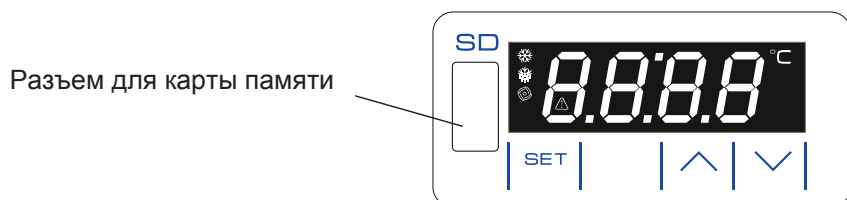

Рис. 2 Блок управления БУ-М01
7.2.1 Блок управления БУ-М01 обеспечивает: поддержание температурного режима в камере, индикацию температуры, включение звуковой сигнализации при выходе температуры в камере за установленные пределы и отключении электропитания, автоматическое отключение вентилятора при открытой двери холодильника. Блок управления БУ-М01 комплектуется картой памяти объемом 2Гб (установлена в блок управления) для записи показаний в энергонезависимую память в формате ".txt" каждые 5 минут (данный интервал времени установлен на предприятии - изготовителе и может быть изменен потребителем от 1 раза в минуту до 1 раза в час) и аккумуляторными элементами питания, которые обеспечивают запись температурных параметров в отсутствие электропитания в течении 24 часов. В основном рабочем режиме, на дисплее отображается текущая температура в холодильной камере и символы (охлаждения, нагревания, вентиляции, оС). Одновременно с этим происходит сохранение информации во внутренней памяти блока управления о текущей температуре, с заданным интервалом времени. При переполнении внутренней памяти, происходит перезапись наиболее старых значений новыми. Датчик температуры размещается внутри камеры холодильника. Органы управления выведены на панель управления холодильника (рис.2):